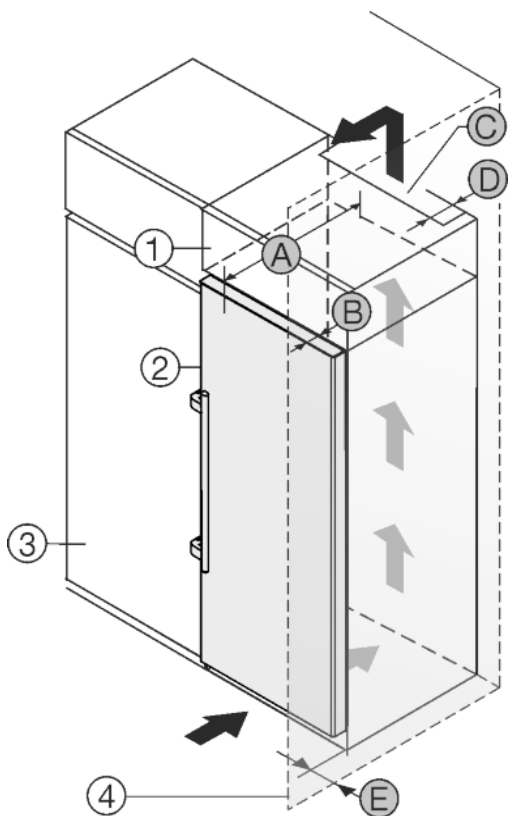

Fig. 21
L'appareil peut être intégré dans des meubles de cuisine. Pour adapter l'appareil Fig. 21 (2) à la hauteur du coin cuisine, une rehausse Fig. 21 (1) peut être posée sur l'appareil.
L'appareil peut être installé directement à côté du placard de cuisine Fig. 21 (3). Pour pouvoir ouvrir complètement les portes, l'appareil doit déborder de la profondeur Fig. 21 (B) par rapport à la façade du placard. L'appareil peut déborder encore plus en fonction de la profondeur des placards et de l'utilisation de cales d'épaisseur.
- Une sortie d'air avec la profondeur Fig. 21 (D) doit être présente au dos de la rehausse sur toute sa largeur.
- La section de ventilation Fig. 21 (C) sous plafond doit être respectée.
Si l'appareil avec les charnières est installé près d'une paroi Fig. 21 (4), la distance Fig. 21 (E) entre l'appareil et la paroi doit être respectée. Ceci correspond à la saillie de la poignée avec la porte ouverte.